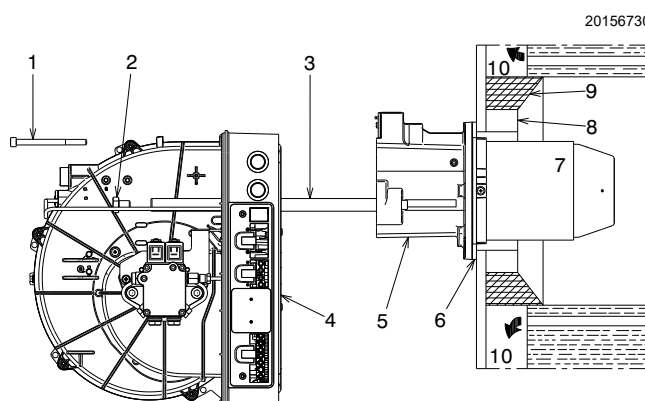

Fig. 10
- fijar el grupo 5) y 7) (Fig. 10) a la placa de la caldera, interponiendo la junta aislante (6) (Fig. 10) suministrada de serie.
- Si fuese necesario sustituir la boquilla cuando el quemador ya están montado en la caldera, abrir el quemador en las guías, como se indica en Fig. 10 en la pág. 14 y proceder como se describe a continuación.
- En este punto de la instalación, el tubo de llama y el manguito se fijan a la caldera como se indica en la fig. 10 pág. 15. Por lo tanto, la regulación del cabezal de combustión resulta ágil, ya que depende únicamente del caudal del quemador, es decir, del caudal de la boquilla seleccionada en Tab. F en la pág. 15.